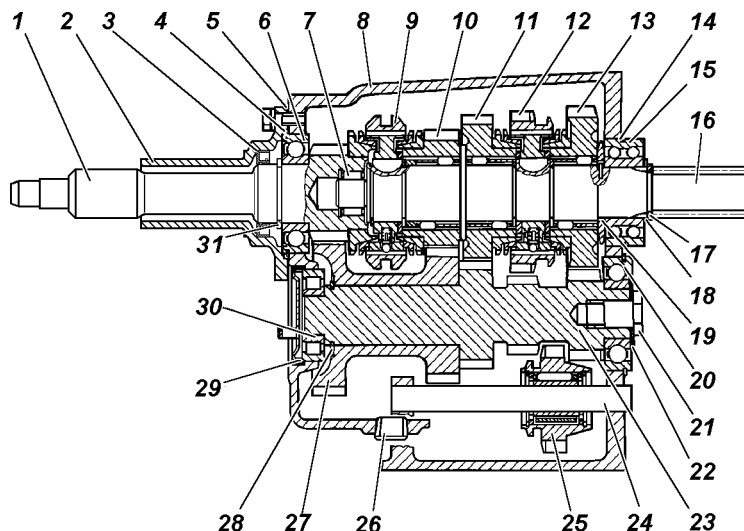

Рис. 6.57. Четырехступенчатая коробка передач:
2. Используя резьбовое отверстие М8 в заднем торце оси 24 (см. рис. 6.57) промежуточной шестерни заднего хода, выпрессуйте ось назад, снимите шестерню 25.
1. Снимите распорное кольцо 19 (см. рис. 6.57) и шестерню 13 I передачи с игольчатым подшипником.